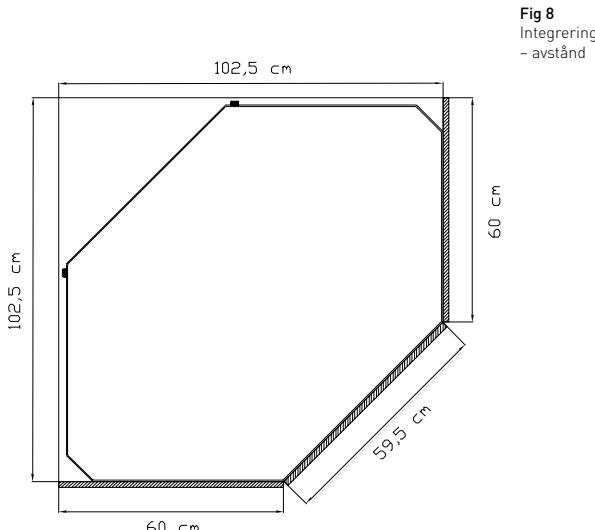

Fig 8
3. Integrering av hörnkyl i 2,10-kök (se fig. 8)